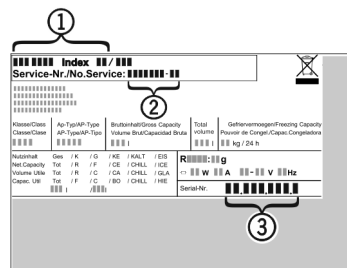

Fig. 11
- A készülék megnevezését Fig. 11 (1), a szerviz- Fig. 11 (2) és sorozatszámot Fig. 11 (3) a típus-tábláról olvassa le. A típustábla a készülék belsejében baloldalon található.
- Értse a vevőszolgálatot a hibáról, és adja meg nekik a készülék megnevezését Fig. 11 (1), a szerviz- Fig. 11 (2) és a sorozatszámot Fig. 11 (3).